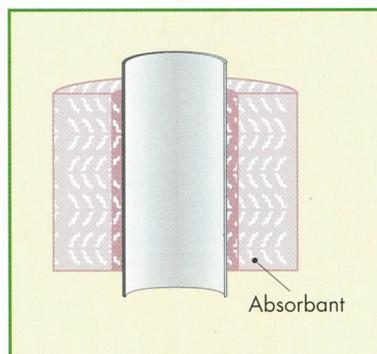

Figure 79 - Principe d'un silencieux à absorption droit
- silencieux coudé (figure 79).